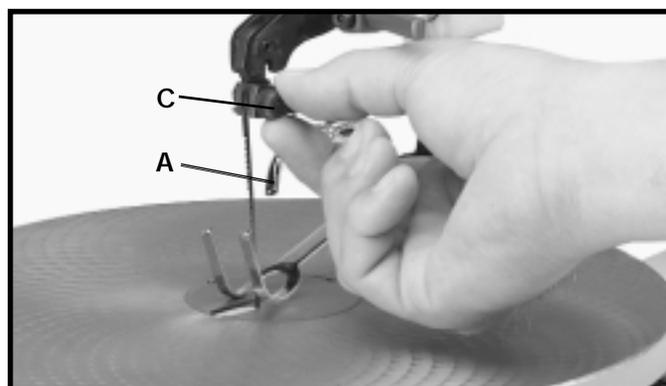

Fig. 29
2. Tournez l'écrou de verrouillage (C) fig. 29, vers la droite pour augmenter l'effet de serrage du porte-lame ou vers la gauche pour le diminuer. Un très léger mouvement de l'écrou (C) sera nécessaire.